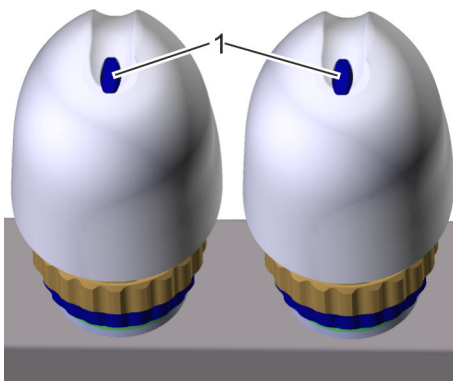

Abb. 73: Positionsanzeige Stellantriebe
- ⇒ Die Positionsanzeigen der Stellantriebe (Abb. 73/1) fahren aus.